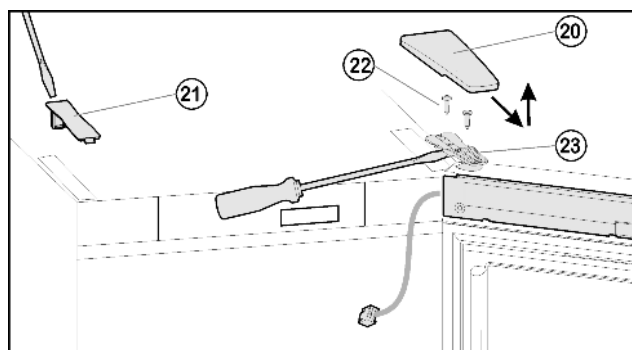
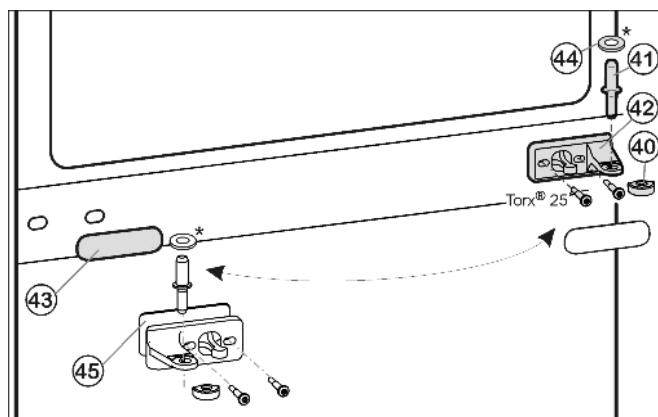
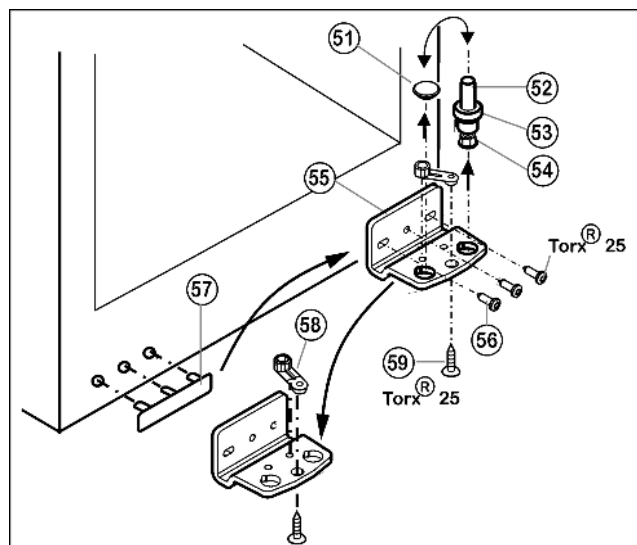

Fig. 6
Fig. 7
Fig. 8
- ▶ Kryt Fig. 6 (20) stáhněte dopředu a nahoru
- ▶ Kryt Fig. 6 (21) zvedněte.
- ▶ Šrouby Fig. 6 (22) úplně vyšroubujte.
- Dveře včetně stojanu ložiska *Fig. 6 (23)* a kabelu vytáhněte nahoru. Pro povolení příp. opatrně vypáčíte plochým šroubovákem pod stojanem ložiska.
- Prostřední ložiskový čep *Fig. 7 (41)* vytáhněte ze stojanu ložiska a spodních dveří.
- Plastovou čepičku *Fig. 7 (40)* stáhněte.
- Stojan ložiska uprostřed *Fig. 7 (42)* odšroubujte (2 krát Torx® 25).
- Krytku *Fig. 7 (43)* opatrně stáhněte.
- Prostřední stojan ložiska *Fig. 7 (42)* s podložkou *Fig. 7 (45)* přišroubujte otočený o 180° na novou stranu závěsu (s 4 Nm).
- Krytku *Fig. 7 (43)* otočenou o 180° zasuňte na nové straně madla.
- Ložiskový čep *Fig. 8 (52)* včetně podložky *Fig. 8 (53)* a seřizovací nožky *Fig. 8 (54)* vytáhněte nahoru.
- Zátku *Fig. 8 (51)* odstraňte.
- Stojan ložiska *Fig. 8 (55)* odšroubujte *Fig. 8 (56)*.
- Ložiskový díl *Fig. 8 (58)* odšroubujte *Fig. 8 (59)* a přemístěte jej do protilehlého upínacího otvoru stojanu ložiska, pak ho znovu pevně přišroubujte.
- Krytku na straně madla *Fig. 8 (57)* opatrně vytáhněte a přemístěte na druhou stranu.
- Stojan ložiska *Fig. 8 (55)* na nové straně závěsu zase přišroubujte příp. pomocí akumulátorového šroubováku (momentem 4 Nm).
- Zátku *Fig. 8 (51)* zase vložte do druhé díry.
- Ložiskový čep *Fig. 8 (52)* včetně podložky a seřizovací nožky zase nasadte. Přitom dávejte pozor, aby zajišťovací vačka směřovala dozadu.
- Dveře nasadte shora na ložiskový čep *Fig. 8 (52)*.
- Plastovou krytku *Fig. 7 (40)* nasadte zase na prostřední stojan ložiska *Fig. 7 (42)*.
- Prostřední ložiskový čep *Fig. 7 (41)* vložte do spodku dveří přes prostřední stojan ložiska *Fig. 7 (42)*.
- Horní dveře nasadíte na prostřední ložiskový čep Fig. 7 (41) dveře zavřete a horní stojan ložiska Fig. 6 (23) nasadíte tak, aby zapadl do horní strany přístroje.
- Stojan ložiska Fig. 6 (23) **příšroubujte s min. 4 Nm**. Díry pro šrouby případně předem propíchněte nebo použijte akumulátorový šroubovák.
- Kryt Fig. 6 (20) a kryt Fig. 6 (21) zatlačte.
- Dveře případně pomocí obou podélných děr ve spodním stojanu ložiska Fig. 8 (55) a v prostředním stojanu ložiska Fig. 7 (42) vyrovnějte tak, aby lícovaly. Vyšroubujte prostřední šroub na stojanu ložiska dole Fig. 8 (55).